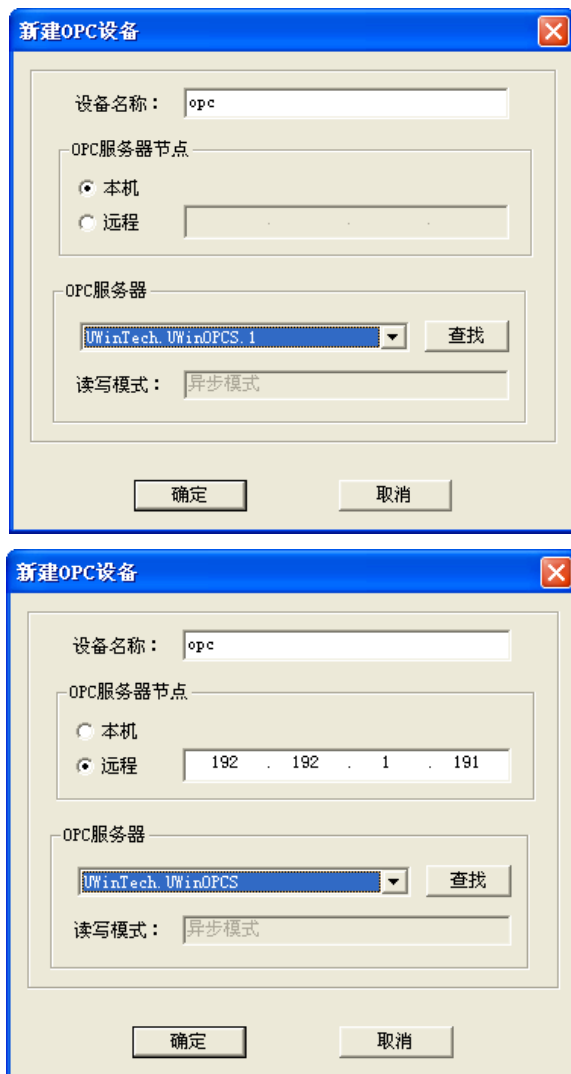

图 6-9 OPC 设备添加
(2) 编辑“设备名称”、“节点名”、“OPC 服务器”，如图 6-9 所示。设备名称编辑框指定一个设备名称，如“opc”。工程人员要为 OPC 设备指定服务器节点名。如果选择“本机”，则在 OPC 服务器查找处，点击“查找服务器”按钮，查找的是本地的 OPC 服务器信息。如果选择“远程”并在节点名编辑框中输入远程机子的 IP 地址，点击“查找服务器”按钮，则查找的是远程 OPC 服务器信息。查找成功后，从列表框中选择需要的服务器信息。查找失败时，OPC 服务器默认是本机的 OPC 服务器信息。